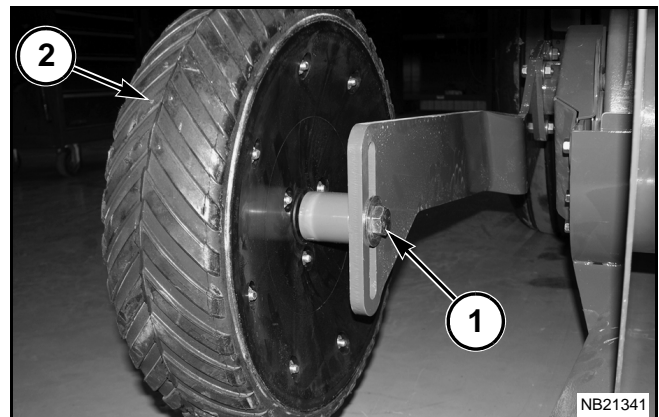

FIG. 4
FIG. 4: Afloje el perno de montaje (1) de la rueda calibradora (2). Deslice la rueda calibradora hasta que esta esté sobre el suelo o ligeramente por encima del suelo. Ajuste el perno de montaje. Repita el procedimiento para la rueda calibradora del lado opuesto de la enfardadora.